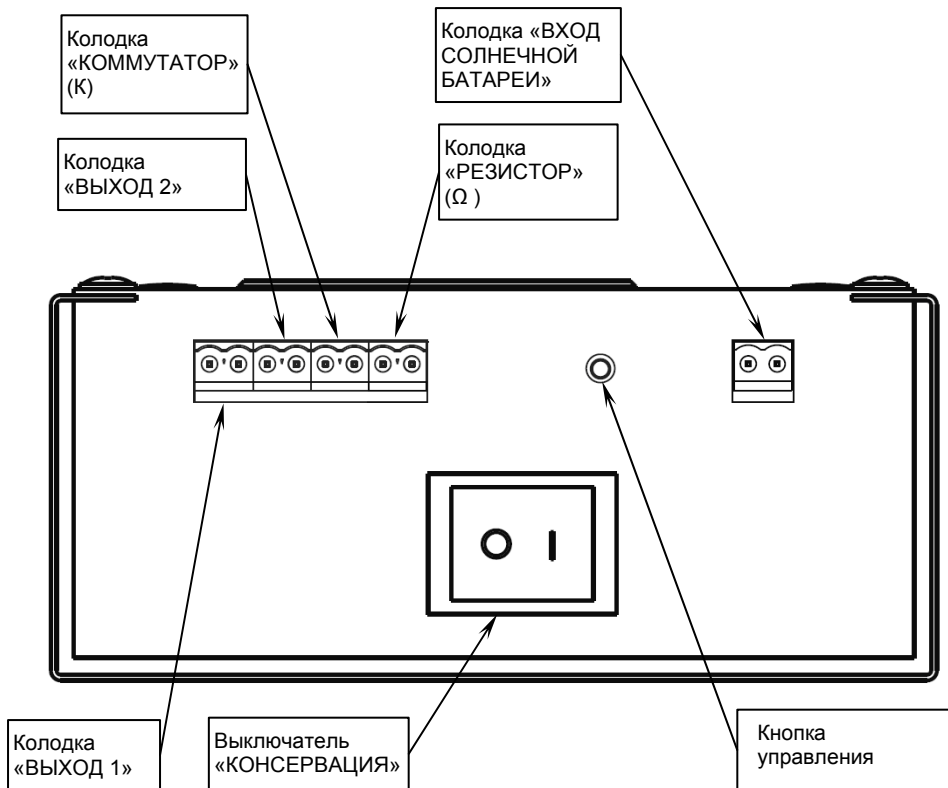

Рисунок 2 – Вид источника со стороны подключения
Источник имеет (см. рисунок 2) пять разъемных колодок для подключения входных и выходных проводных соединений, каждая колодка состоит из двух частей: блочной (установлена в источнике) и съемной (входит в комплект поставки).
- подсоединить к клеммам съемной части колодки «ВХОД СОЛНЕЧНОЙ БАТАРЕИ» провода для подключения солнечной батареи в соответствии с указанной полярностью и маркировкой (см. рисунок 2);
- подсоединить к клеммам съемной части колодки «ВЫХОД 2» провода нагрузки в соответствии с указанной полярностью и маркировкой (см. рисунок 2);
- подсоединить к клеммам съемной части колодки «ВЫХОД 1» провода для подключения нагрузки в соответствии с указанной полярностью и маркировкой (см. рисунок 2);
- подключить времязадающий резистор (см. таблицу 3) к съемной части колодки «РЕЗИСТОР» (Ω) (см. рисунок 2)